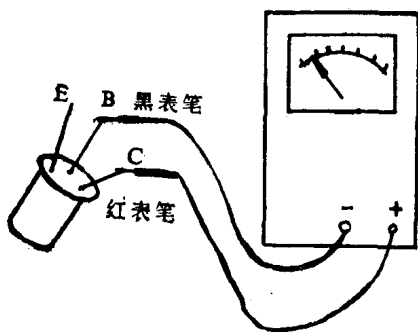

图 14
②测集电结反向电阻(以 PNP 型管为例)。如图 14 所示,红表笔接集电极 C,黑表笔接基极 B,此时低频管电阻应在 $200k\Omega$ 以上,高频管在 $500k\Omega$ 以上,数值越大越好,如果电阻值很小,说明反向饱和电流 I_{CBO} 太大,而穿透电流 ($I_{CEO} \approx I_{CBO} \times \beta$) 更大,不宜使用。